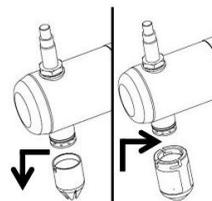

Abb. 9
- Tauschen Sie die Garniertülle gegen die Reinigungsdüse aus (Abb. 9)